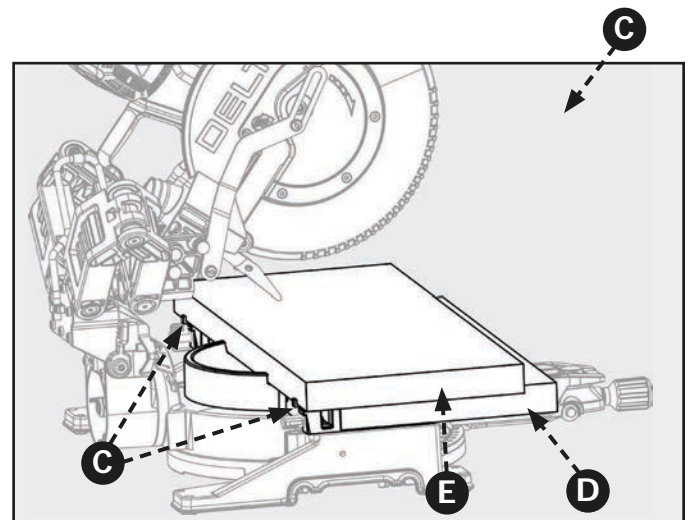

Figure 28
2. Tournez les languettes de support (C) vers leur position. Les languettes (C) se trouvent sur les côtés gauche et droit du guide inférieur (fixe). Ils agissent comme butées arrière de votre pièce. Voir figure 28.
3. Vous devez ajouter une table auxiliaire (D) pour soutenir votre pièce surdimensionnée (E). Placez une planche de la table auxiliaire (D) de 2 po x 14 po sur la table de la scie et contre la section inférieure (fixe) du guide de la scie. Assurez-vous que la planche est fermement fixée contre le guide inférieur (fixe).
REMARQUE : Utilisez des vis de bois pour fixer la planche de la table auxiliaire (D). Voir figure 28.
4. Utilisez les languettes de soutien (C) pour fixer la pièce avant d'effectuer une coupe